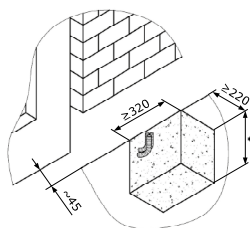

Рисунок 2.
- Залейте бетон в подготовленную яму (рис. 2).